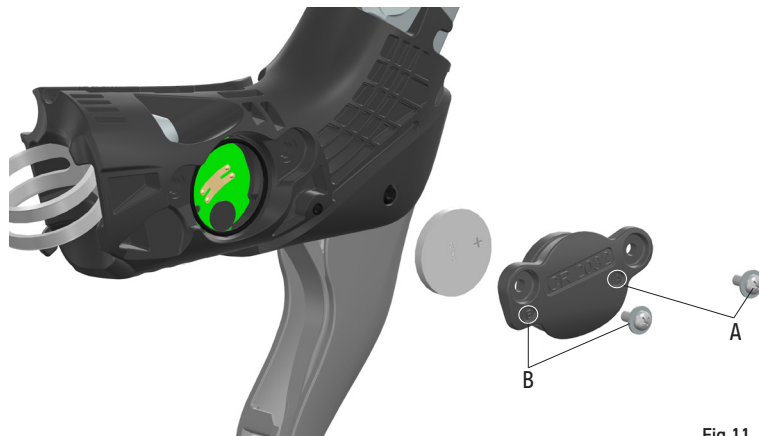

Fig.11
- Dévissez à l'aide d'un tournevis cruciforme et retirez la vis et la rondelle en position A (Fig.11) puis la vis et la rondelle en position B (Fig.13).
- Retirez le couvercle de la batterie, en utilisant la saillie du couvercle lui-même, près de la vis B (Fig.11).
- Retirez la pile et insérez une pile CR2032 en orientant l'indication « + » vers le couvercle (Fig.11).
- Réinstallez le couvercle et serrez les deux vis à l'aide d'un tournevis cruciforme (Fig.11).